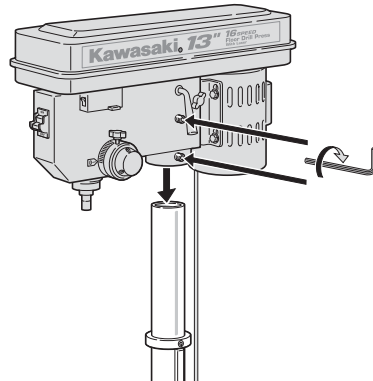

FIGURE 7. INSTALLATION DE LA TÊTE
4. Aligner la tête sur le plateau et le socle. Voir Figure 7.
5. Prendre les deux (2) vis de blocage de 10 mm x 12mm dans le sac de pièces détachées.